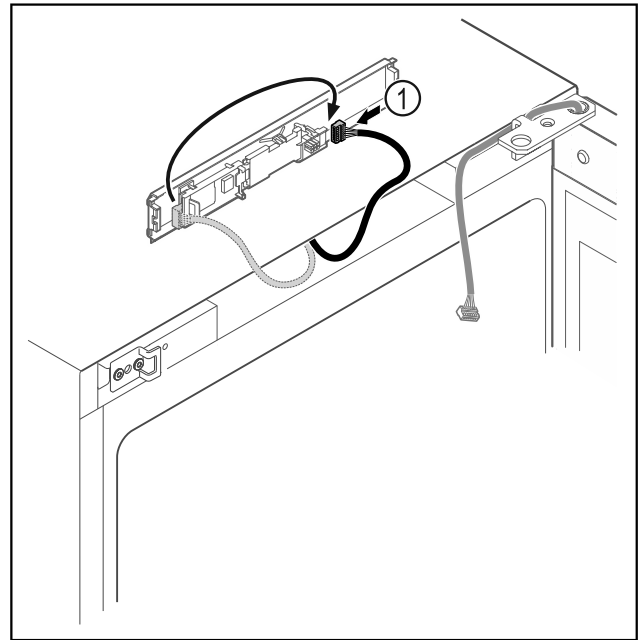

Fig. 13
- Stecker Fig. 13 (1) auf Platine umstecken.